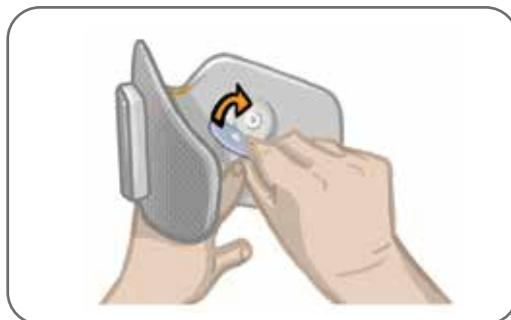

Figura 6-6: Fixação dos eletrodos de pano redondos
5. Fixe os eletrodos de pano redondos às bases dos eletrodos. Veja a Figura 6-6. Para os usuários do manguito regular da parte inferior da perna, assegure-se de que as coberturas de encaixe do manguito estejam no lugar.